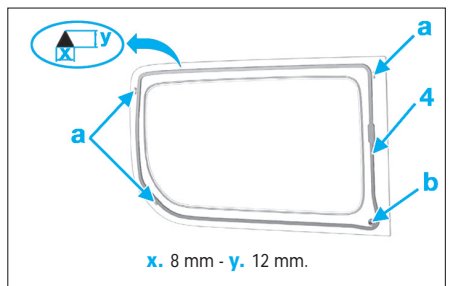

FIG. 12
- Tailler la buse de façon triangulaire pour obtenir un cordon de joint (4) de largeur 8 mm et de hauteur 12 mm (Fig.12).